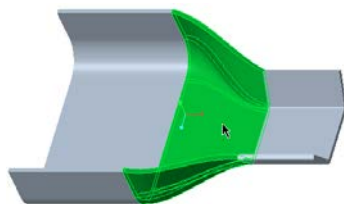

图 1-246 定义转接区域
(4) 在状态栏中提示选择要变形的曲面(转接区域), 在图形窗口中结合 **<Ctrl>** 键选择图 1-246 所示的多个曲面, 包括该区域的所有驱动曲面、偏移曲面和两个侧面, 然后在菜单管理器的“特征参考”菜单中选择“完成参考”命令。